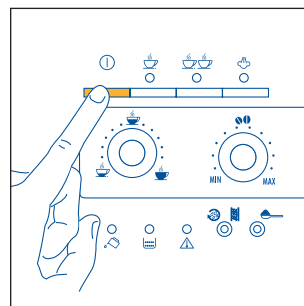
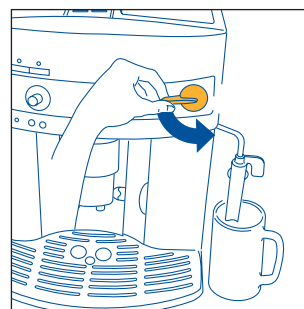

Рис. 4
Рис. 5
3. Включите кофеварку, нажав кнопку , рис. 4. **СРАЗУ ЖЕ ПОСЛЕ ЭТОГО В ТЕЧЕНИЕ МАКСИМУМ 30 СЕКУНД** поверните ручку регулятора пара против часовой стрелки до упора, рис. 5 (появление шума в кофеварке – нормальное явление).
- Поверните регулятор подачи пара против часовой стрелки на половину оборота, рис. 5, горячая вода потечет из устройства для взбивания молока, начиная заполнять стоящую под ним емкость.
- Несколько секунд выпускайте воду или пар, повернув ручку регулятора пара на несколько секунд против часовой стрелки до упора, рис. 5. Эта операция позволит